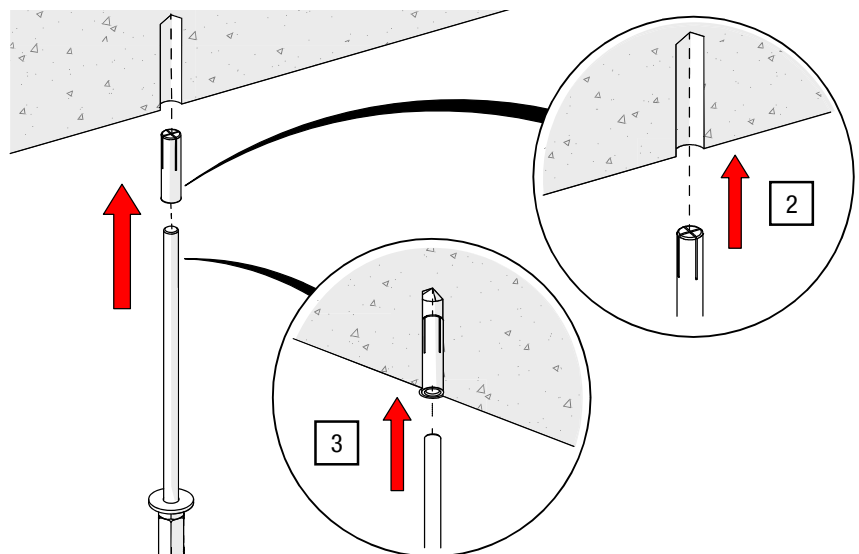

Abb. 25: Deckenabhängung – Einschlaganker und Gewindestange montieren
2. Montieren Sie den M6×30 Einschlaganker in der Betondecke entsprechend den Herstellerangaben (siehe Abb. 25).
3. Montieren Sie Gewindestange, Konter-, Verbindungsmutter und Unterlegscheibe vor und drehen Sie diese im Einschlaganker mit einem ISK SW 10 und 3 Nm ein (siehe Abb. 25; Einschraubtiefe siehe *Kapitel 3.4 OFFICE Deckenabhängung* [► S. 18]).